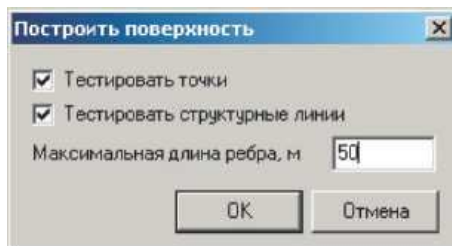

Рис.3. Элемент меню «Поверхность – Построить»
6. Выполнить построение цифровой модели рельефа [1] (рис. 3).